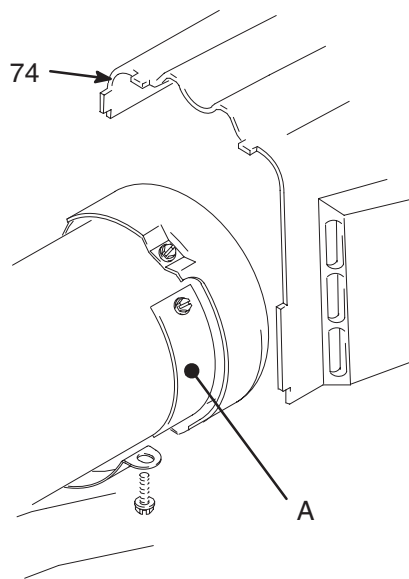

Fig. 4
4. Fig. 4. Retire el blindaje del motor (74) y las tapas de inspección (A).
3. Fig. 4. Retire el blindaje del motor (74) y las tapas de inspección (A).